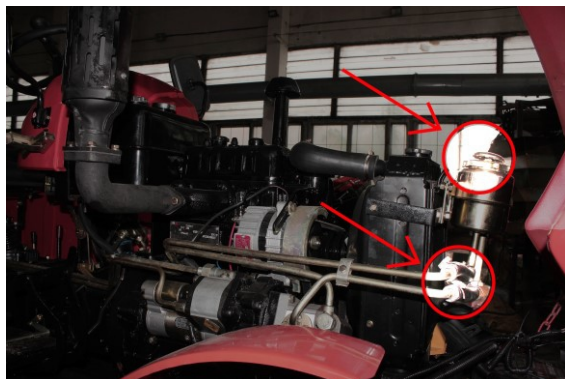

Рис. 9
1. Слить масло из бачка гидроусилителя, открутив нижний патрубок (Рис. 9). Закрутить патрубок обратно.
2. Залить новое гидравлическое масло через заливную пробку бачка гидроусилителя по уровень на щупе (Рис.9).